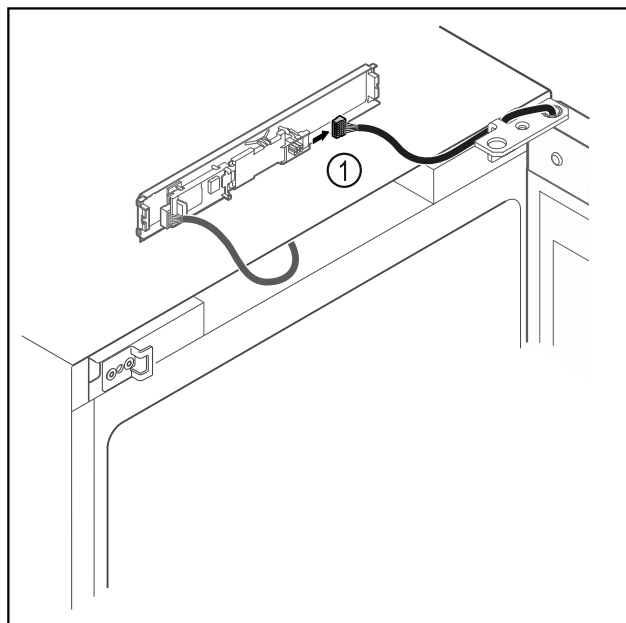

Fig. 8
- Lossa kontakten Fig. 8 (1) från kretskortet.